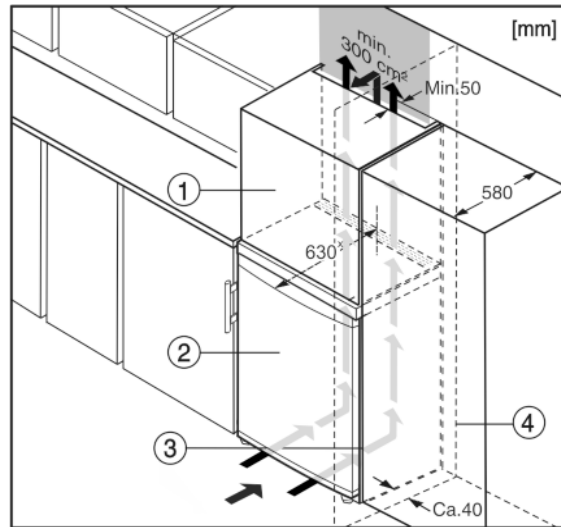

Fig. 10
Устройство может быть окружено предметами кухонной обстановки. Чтобы уравнивать устройство Fig. 10 (2) по высоте с кухонной стенкой, можно установить над устройством соответствующий дополнительный шкафчик Fig. 10 (1).
При комбинировании с кухонными шкафами (глубина макс. 580 мм) устройство можно установить непосредственно рядом с кухонным шкафом Fig. 10 (3). Устройство выступает сбоку на 34 мм\* и по центру на 50 мм\* относительно передней стенки кухонного шкафа.
Если устройство установлено на шарнирах у стены Fig. 10 (4), то расстояние между устройством и стеной должно быть не менее 40 мм. Настолько выступает ручка при открытой двери.